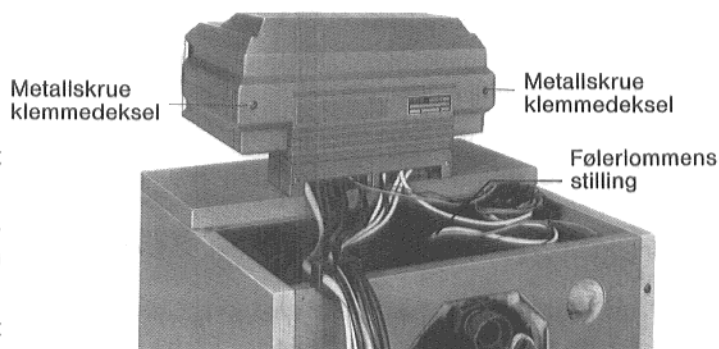

Fig. 20
9.1 **Kjelens bakre topp-plate** løftes av (følerlomme synlig) (Fig. 20).
9.10 Kapillarrør med føler og Ecomaticføler legges til følerlommen (Fig. 20).